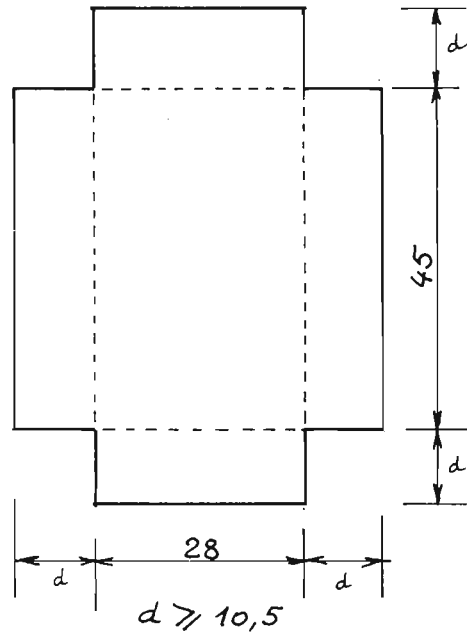

Fig. 6. - Forme à plier, fer blanc de 5/10.
- b) Découper ensuite, dans le fer-blanc, les quatre formes à plier (fig. 6). Faire ce travail à la petite cisaille, avec finition à la lime douce.